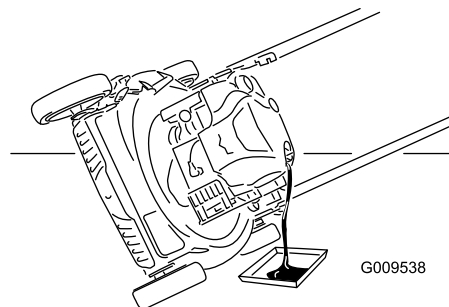

Figure 29
7. Basculez la machine sur le côté, tube de remplissage en bas, pour vidanger l'huile usagée dans le bac de vidange par le tube de remplissage (Figure 29).